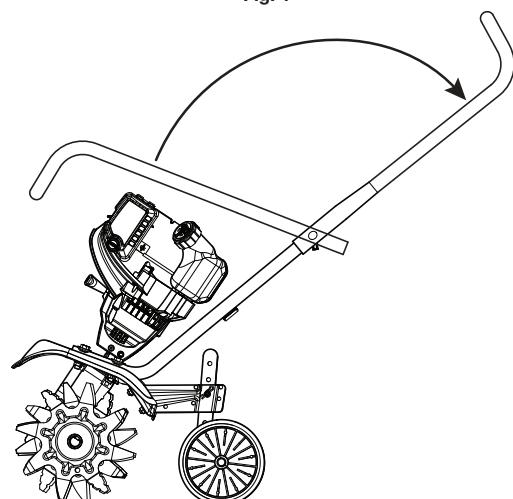

Fig. 2
- Con la unidad en posición vertical, gire el manubrio hacia arriba hasta la posición de operación (Fig. 2).